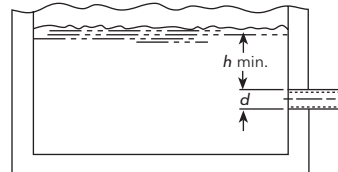

Figure 2
- S'assurer que le diamètre et la hauteur d'immersion de l'entrée du tuyau d'aspiration sont suffisants pour empêcher l'aspiration d'air par vortex (v. fig. 2 à 5).